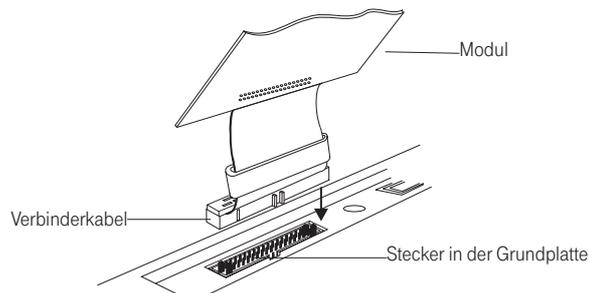

Bild 34: Verbinden des Moduls mit der Telefonanlage.
- Verbinden Sie das Modul über das Verbinderkabel (Bild 34) mit der Buchsenleiste der Grundplatte der Telefonanlage. Beachten Sie unbedingt die Steckrichtung.